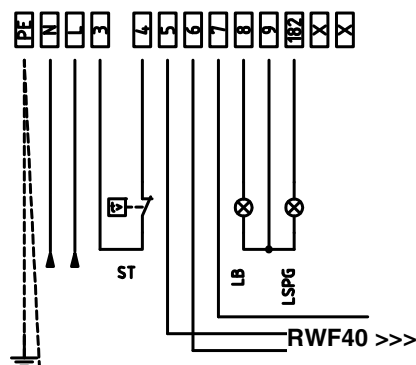

Рис. 21: Модулирующие горелки
3). В случае с модулирующими горелками, клеммы 5,6 и 7 клеммника МА горелки уже подсоединены с модулирующему регулятору (мод. **RWF 40**). С электрошита выходит 4-х полюсная вилка, предназначенная для подключения датчика температуры или давления (см. Рис. 21)